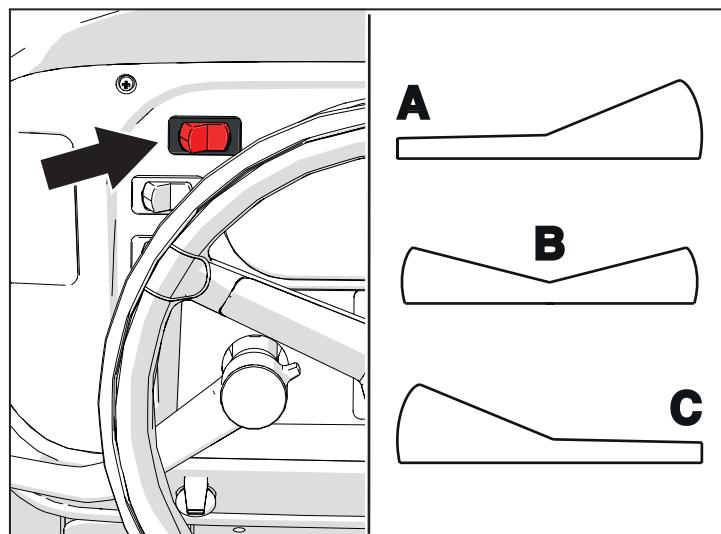

Fig. 5.14
Si le lancement de la régénération advient dans des lieux non sûrs, il est possible d'inhiber la régénération même en plaçant la commande sur la position (C), voir figure 5.14. La régénération inhibée, si configurée, est mise en évidence par l'allumage du témoin (2) sur l'afficheur.